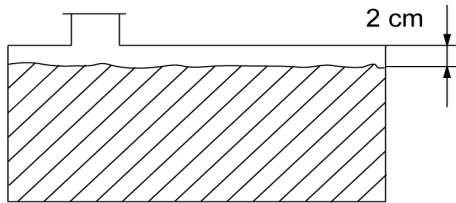

Fig. 105: Niveau d'huile hydraulique
5. → Faire un contrôle visuel du niveau d'huile (utiliser une lampe de poche si nécessaire). Le niveau d'huile doit être à environ 2 cm en dessous de la hauteur du réservoir (Voir la Fig. 105).